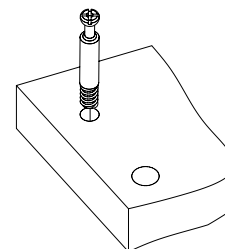
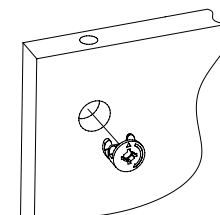

Рис.1
Рис.2
1. Вкрутите шпильки минификсов в детали 1, 2, 3, 7, 9, 10, 11, 12 (Рис.1). Вставьте головки минификсов в детали 1, 2, 4, 5, 6, 8 (Рис.2).